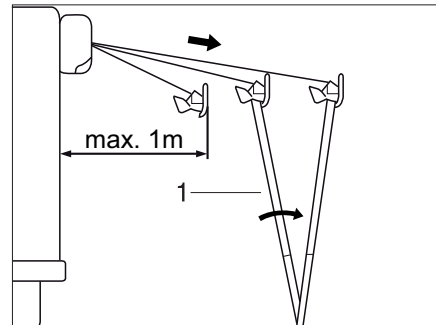

Bild 39 Markise aufstellen
- Stützfüße (Bild 39,1) ausklappen und auf den Boden stellen.